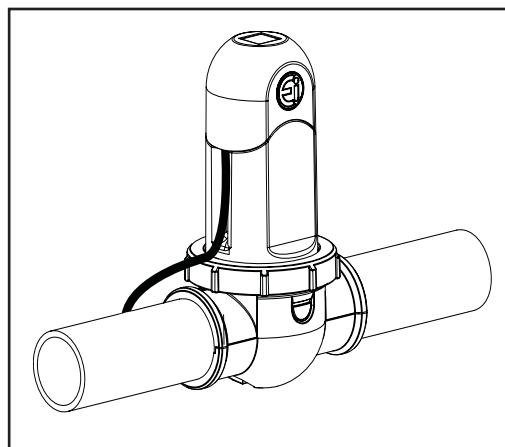

Figura 17. Sujetación de la tapa de la Terminal
16. Sujete la tapa de la terminal (ver Figura 17).